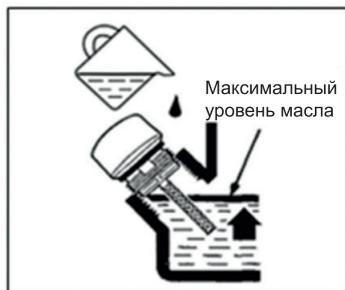

Рис. 6
3. Через маслозаливную горловину залейте моторное масло в картер двигателя до уровня нижней кромки маслозаливной горловины (рис. 6). Используйте воронку для заливки масла (входит в комплектацию).